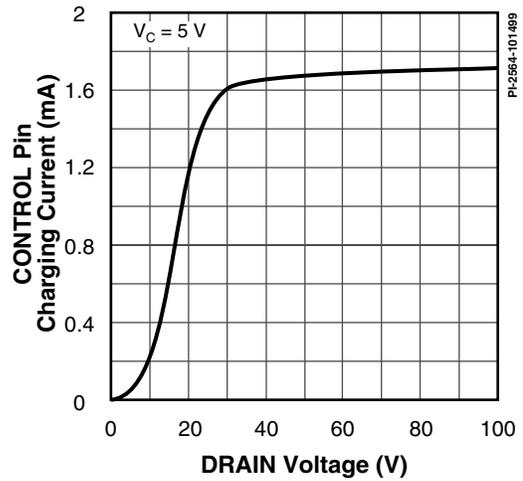

图 68.  $I_C$  随漏极电压的变化
- E. *TOPSwitch-GX*在漏极电压比36 V低很多的情况下也可以启动和工作。但是, 控制脚的充电电流会减少, 这会影响启动时间、自动重新启动频率和自动重新启动占空比。请参阅图68的低压工作特性曲线中控制脚充电电流( $I_C$ )与漏极电压之间的关系曲线。